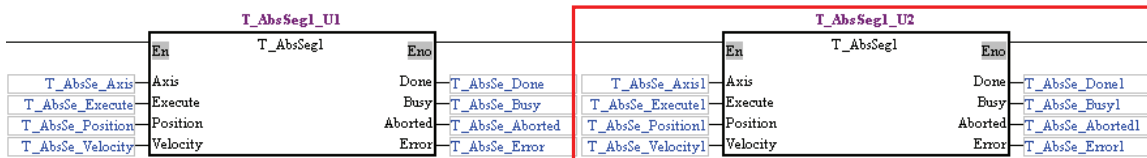

图 13-34 再次使用预设名称自动生成变量
(2) 若程序中有使用到相同的功能块定义时，选择「预设名称 (G)」后，会依照同样的规则建立变量符号，但会在符号最后自动加上序号，如图 13-34。